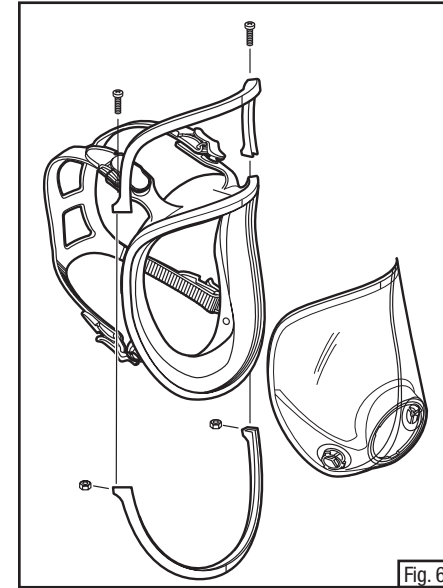

Fig. 6
2. Posicione a moldura inferior, alinhando a marca vertical central e pressione no lugar (Fig. 6).